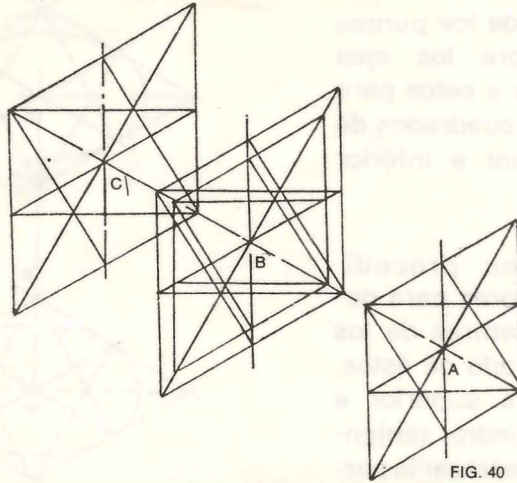

FIG. 40
1. Para trazar un cuerpo de esta forma, trace el eje longitudinal y sobre él lleve las longitudes, o sea las medidas A B y B C Fig. 40.
2. Utilizando los puntos señalados como centros, trace los ejes isométricos vertical e inclinado y sobre estos lleve a lado y lado de cada punto el radio respectivo de cada cilindro. (Fig. 40)